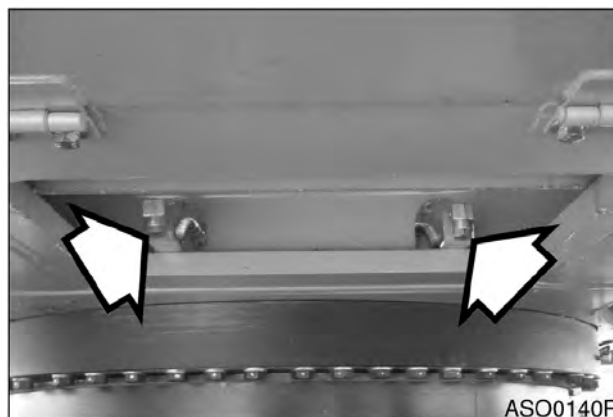

Рис. 23
5. Если уровень масла превышает отметку "H" на щупе, снять заглушку сливного отверстия (рис. 23) и слить излишек масла в соответствующую емкость.